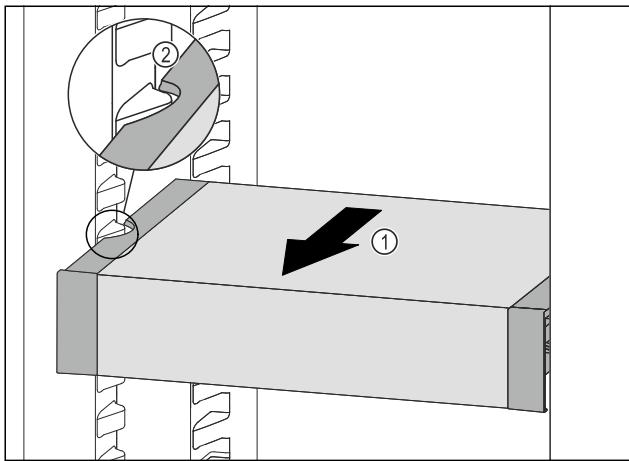

Fig. 63
- VarioSafe tiahajte dopredu Fig. 63 (1), dokým sa bočné vybrania VarioSafe nebudú nachádzať vo výške rebra nádoby v chladničke. Fig. 63 (2)